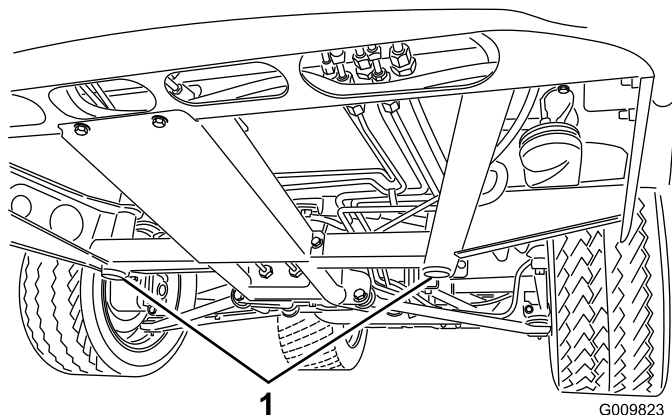

Figura 35
- Il punto di sollevamento della parte anteriore del veicolo si trova sotto il supporto anteriore centrale del telaio (Figura 35), mentre quello della parte posteriore si trova sotto l'assale (Figura 36).